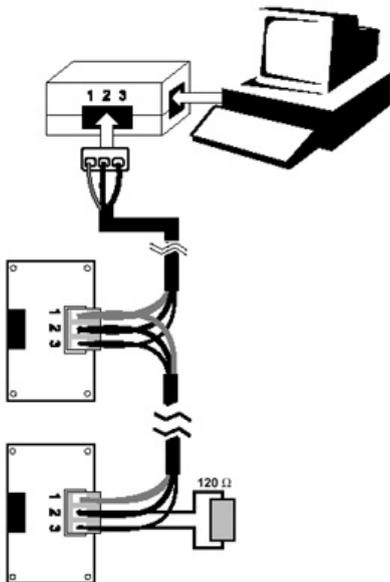

Fig. 6
Qualora la scheda occupi l'ultima posizione nella linea seriale di supervisione, ai capi dei pin 2 e 3, va collegata una resistenza di chiusura linea, del valore di 120 Ω - ¼ W come da schema di Fig. 6.
*If the card is placed in the last position of the supervision serial line, pins 2 and 3, you must connect a 120 Ω - ¼ W end line resistor, as shown in Fig. 6.*